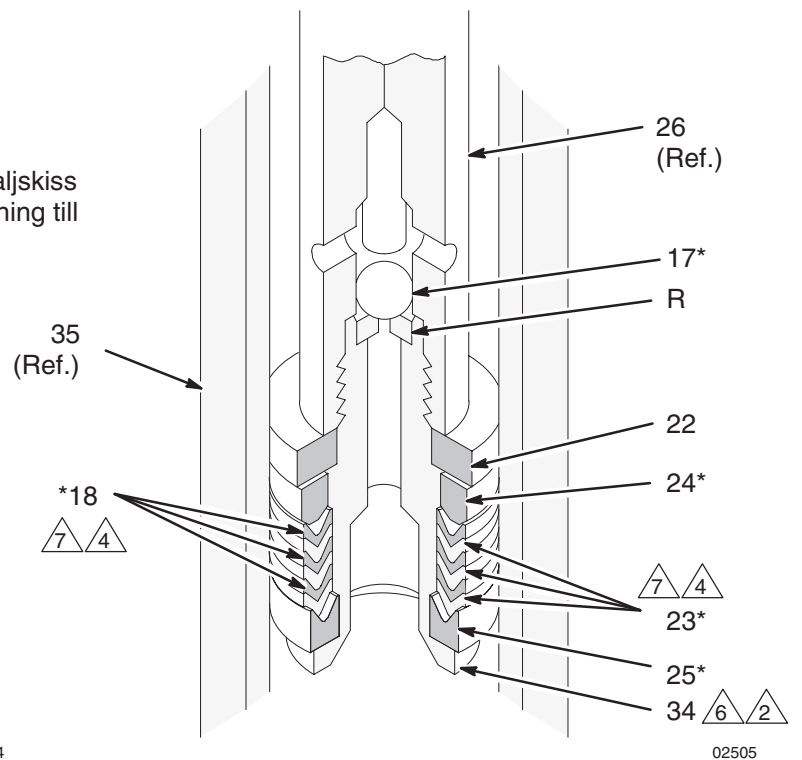

Fig. 5
Lägg alla demonterade delar i ordning så förenklas monteringen. Se Fig. 5.
2. Skruva loss intagsventilhuset (33) från utloppshuset (35). Spruta på rostlösningsolja omkring gängorna och knacka försiktigt runt om ventilhuset med en plastklubba om det är svårt att lossa. Se Fig. 5.
3. Ta bort kulstoppstiftet (29), o-ring-hållaren (31), o-ringen (30), styrningen (32) och kulan (28) från intagsventilhuset (33).
4. Lossa tätmuttern (36). Tryck ner kolvstången (26) så långt det går och dra sedan ut den ur utloppshuset (35).
5. Spänn fast kolvstången (26) i ett skruvstycke. Skruva ur kolvpinnen (34) ur stången. Ta bort kulan (17), hållaren (22), tätningar (18, 23) och glander (24, 25).
6. Ta bort tätmuttern (36), halstätningarna (18, 23) och glanderna (24, 25) från utloppshuset (35).
7. Kontrollera alla delar och se om de är slitna. Tvätta alla delar och gängor med lämpligt lösningsmedel före montering. Inspektera de polerade ytorna på kolvstången (26) och fodret (20) och se om de är repade eller skadade vilket kan orsaka onödigt slitage på tätningarna och läckage. Känn efter med fingrarna eller håll upp delen mot ljuset i vinkel. Se till att kulsätena på kolven (R) och intagshuset (S) inte har hack eller urslagna flisor. Byt ut slitna eller skadade delar.
1. Fetta in halstätningarna och montera den i utloppshuset (35) enligt följande, *med läpparna på v-tätningarna vända nedåt*: hanglanden (24*), en läder v-tätning (18*), en PTFE (23*), en läder (18*), en PTFE (23*), en läder (18*), en PTFE (23*), och honglanden (25*). Montera tätmuttern (36) löst. Se Detaljskissen Halstätning i Fig. 5.
2. Montera tillbaka fodret (20) i utloppshuset (35) om det demonterats. Se till att packningen sätts i (19*). *Se till att den konade änden på fodret vänds nedåt mot pumpintaget.*
3. Fetta in kolv-tätningarna och montera den på kolvpinnen (34) enligt följande, *med läpparna på v-tätningarna vända uppåt*: hongland (25*), en PTFE v-tätning (23*), en läder v-tätning (18*), en PTFE (23*), en läder (18*), en PTFE (23*), en läder (18*), hangland (24*), och tätningshållaren (22). Se detaljskissen kolv-tätning i Fig. 5.
4. Använd gängtätning på kolvpinnen (34). Sätt kolvkulan (17*) på kolven och skruva i kolvventilen i kolvstången (26). Dra åt till moment 74–88 N.m.
5. Sätt i kolvstången (26) längst ner i utloppshuset (35) och var försiktig så att inte fodret repas (20). Tryck stången rakt upp tills den sticker ut ur tätmuttern (36).
6. Montera kulan (28*), styrningen (32), o-ringen (30*), hållaren (31), och kulstoppstiftet (29) i intagsventilhuset (33). Applicera gängtätning och skruva i intags-huset i utloppshuset (35). Dra åt till moment 74–88 N.m.